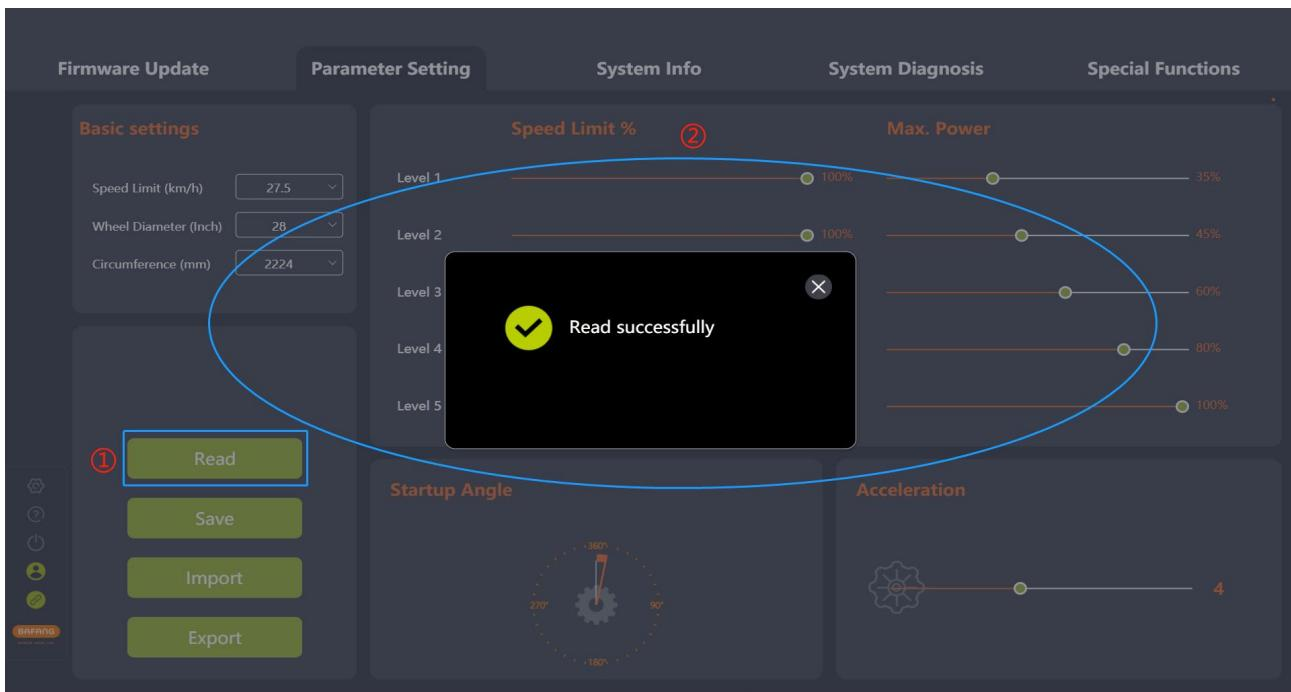

图 5-4 读取
- (1) 确认 BESST 工具盒和控制器正常连接，点击“读取”；
- (2) 界面中各个参数将会以数字和滑动条形式展现（如图 5-4）。